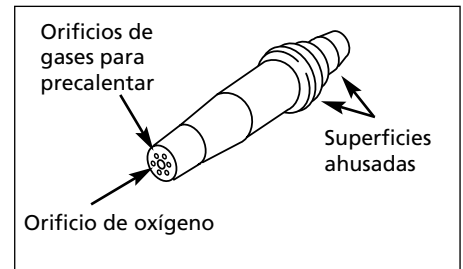

Figura 8 - Boquilla para cortar
4. En el accesorio para cortar, inspeccione las superficies ahusadas de la boquilla y la cabeza del soplete. Un técnico calificado debe rectificar el área si tiene hendiduras, está dispereja o quemada. De lo contrario podría tener problemas de retroceso momentáneo de la llama o retroceso de la llama (vea la figura 8).